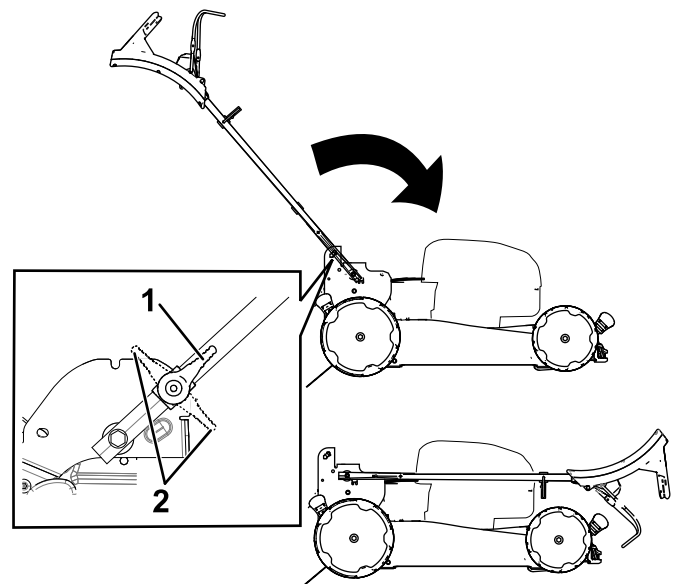

Figura 19
3. Decuplați închizătoarele mânerului (Figura 19).
4. Pliati mânerul complet în față (Figura 19).